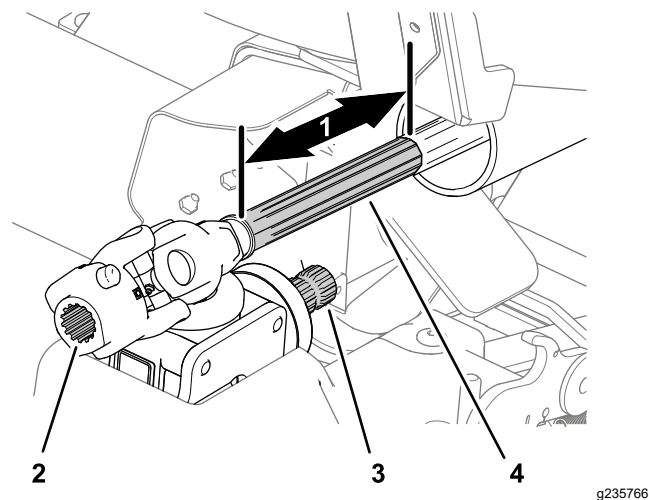

Figura 54
3. Limpe as estrias do veio da caixa de velocidades e as estrias do veio de transmissão (Figura 54).
4. Limpe a superfície deslizante do veio da transmissão para a frente (Figura 54).
5. Aplique composto antigripagem nas estrias do veio da caixa de velocidades e do acoplamento da junta em U (Figura 54).
6. Aplique composto antigripagem na superfície deslizante do veio da transmissão para a frente (Figura 54).
2. Puxe a metade dianteira do veio da transmissão (Figura 54) para a frente cerca de 25 cm.